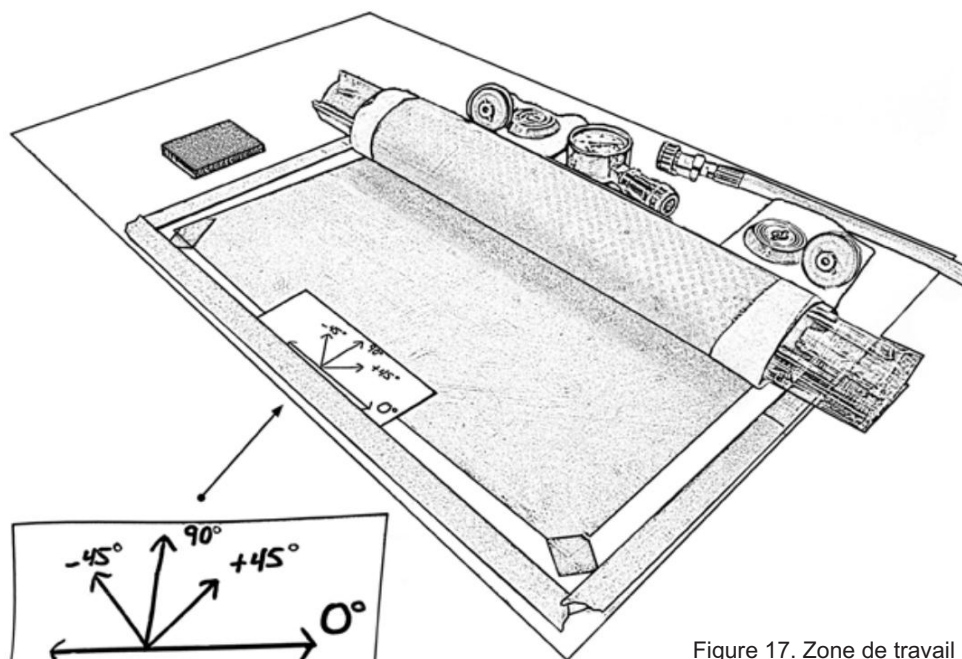

Figure 17. Zone de travail prédéfinie
2. Appliquez du ruban adhésif d'emballage sous vide et tout le matériel d'ensachage (voir Figure 17).